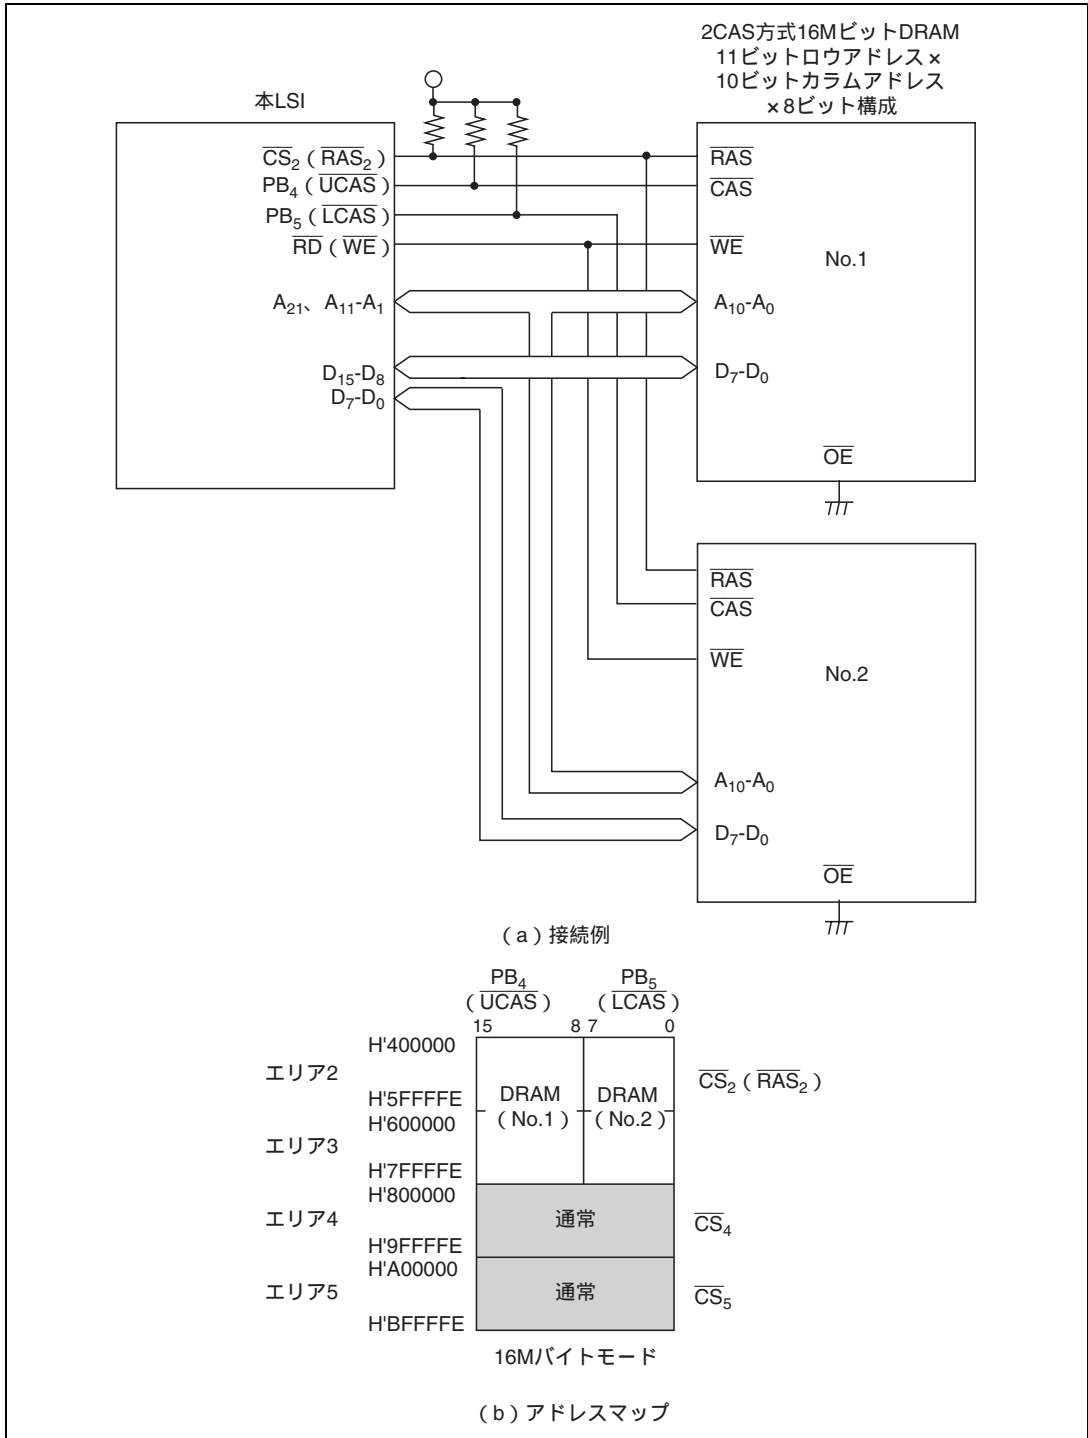

図 6.32 ×8ビット構成の16MビットDRAMの接続例とアドレスマップ
- (2) 図6.32に×8ビット構成の16MビットDRAMを2個を使用する場合の接続例とそのアドレスマップを示します。本例では11ビットロウアドレス×10ビットコラムアドレスのタイプのものを使用しています。 \overline{CS}_2 端子をエリア2およびエリア3に共通の \overline{RAS} 出力端子として使用しています。本例のようにDRAMのアドレス空間が複数エリアにまたがって連続する場合、DRAS2~0の設定により、一本の \overline{CS} 端子が複数エリアに共通の \overline{RAS} 出力端子として使用でき、アドレス空間が最大4エリアにまたがる大容量DRAMを直接接続することができます。この場合不要となる \overline{CS} 端子（本例では \overline{CS}_3 端子）は入出力ポートとして使用することができます。